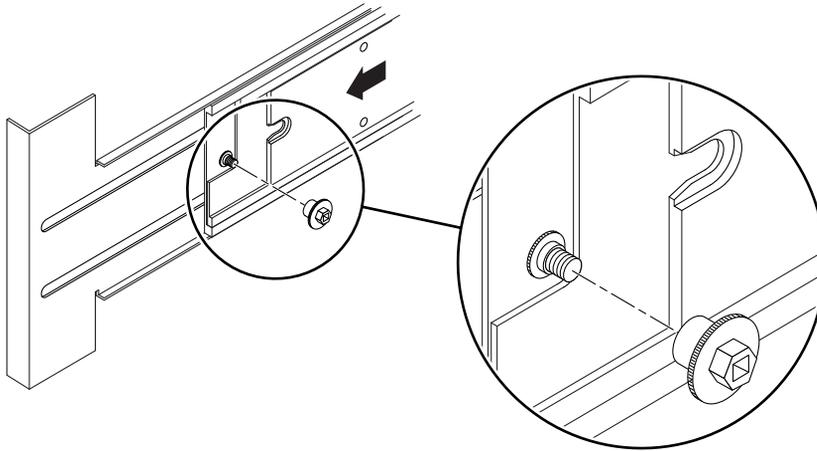

ABBILDUNG 1-14 Einsetzen und Fixieren der Schienenfixiermuttern
5. Setzen Sie von der Rückseite des Systems aus die Fixiermuttern (eine Mutter pro Schiene) auf und ziehen Sie diese fest (ABBILDUNG 1-14).